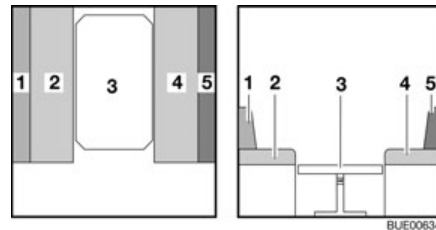

Fig. 140 Pendant la transformation
- Tirer les coussins d'assise (Fig. 140,2 et 4) vers le centre.
- Placer les coussins de dossier (Fig. 140,1 et 5) entre les coussins d'assise et la paroi extérieure.